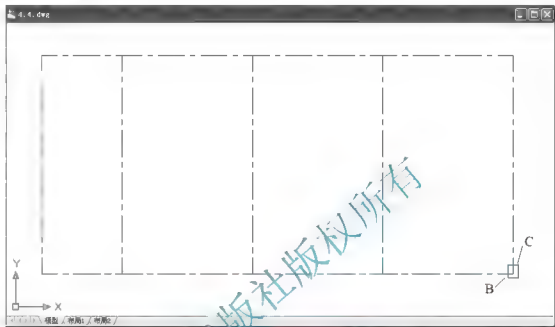

图 4.9 绘制 A 轴线和 5 轴线相交处的柱
- ④ 在指定另一个角点或 [面积(A)/尺寸(D)/旋转(R)]：提示下，输入矩形右上角点 C 相对于 B 点的坐标“@300, 400”，然后按 Enter 键结束命令，结果如图 4.9 所示。